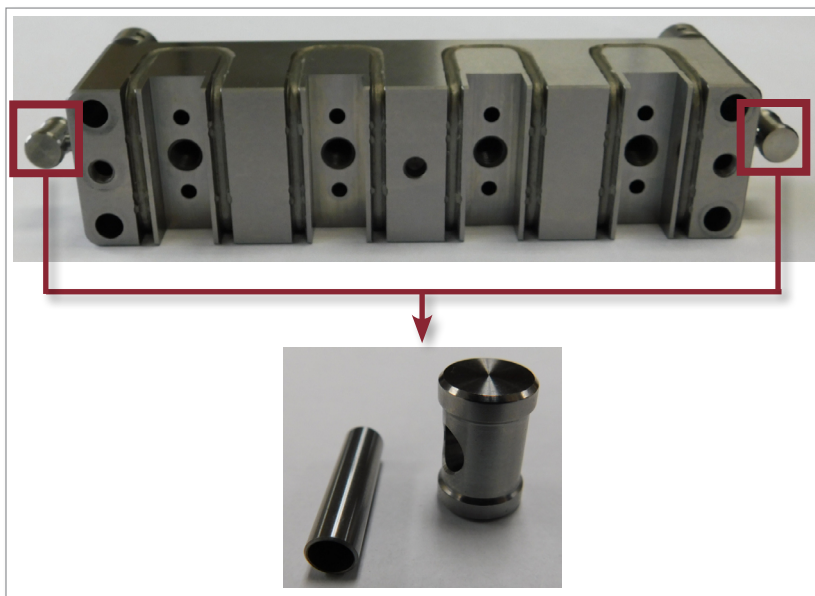

Abbildung 5-93 Montieren Sie den Verdrehssicherungsspannstift
1. Bringen Sie den Verdrehssicherungsspannstift an jedem Ende des Melt-Cubes an. Siehe Abbildung 5-93.